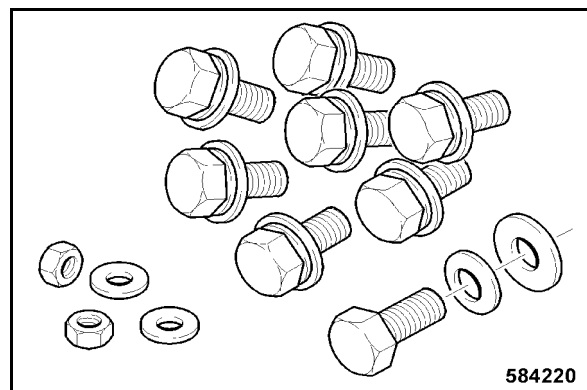

Fig. 204
- Vérifier la présence de toutes les vis de fixation, rondelles, entretoises et écrous pour la fixation de la cabine (Fig. 204).